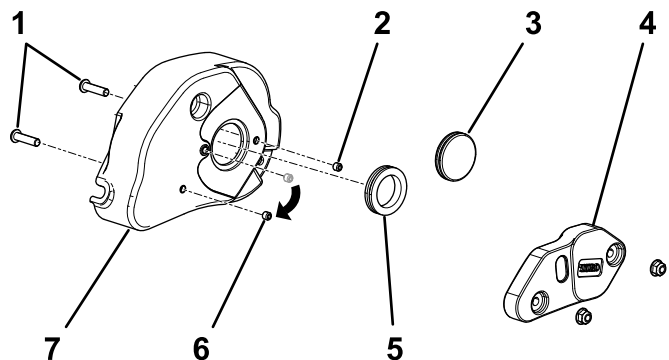

Рисунок 3
2. Выверните и удалите в отходы две фланцевые гайки, которые крепят груз механической щетки к крышке механической щетки (Рисунок 3).
3. Снимите сплошную резиновую втулку с крышки и замените ее резиновой кольцевой втулкой (Рисунок 3).
4. Выверните и удалите в отходы два винта, которые ввернуты в крышку (Рисунок 3).
5. Выверните установочный винт из центрального отверстия крышки механической щетки (Рисунок 3).
6. Вверните снятый ранее установочный винт, а также установочный винт, входящий в комплект, в отверстия, которые ранее использовались под монтажные винты крышки (Рисунок 3).